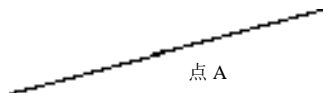

图 2.1.14 指定点
Step3. 在命令行**输入构造线的角度 (0) 或 [参照(R)]:**的提示下, 输入角度值 15 后按 Enter 键; 在命令行**指定通过点:**的提示下, 选择任意位置点——点 A (图 2.1.14), 此时即在绘图区中绘出经过点 A 且与 X 轴正方向成 15° 角的构造线。